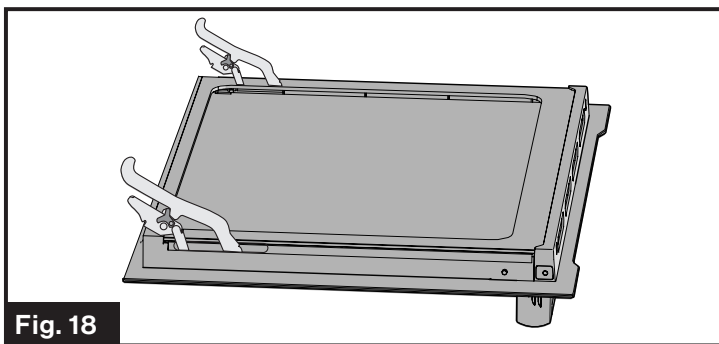

Fig. 18
5. Sujete la puerta firmemente de ambos lados (izquierdo y derecho) y, con ambas manos, tire de la puerta directamente hacia fuera de las ranuras de las bisagras. (Fig. 17 y Fig. 18)